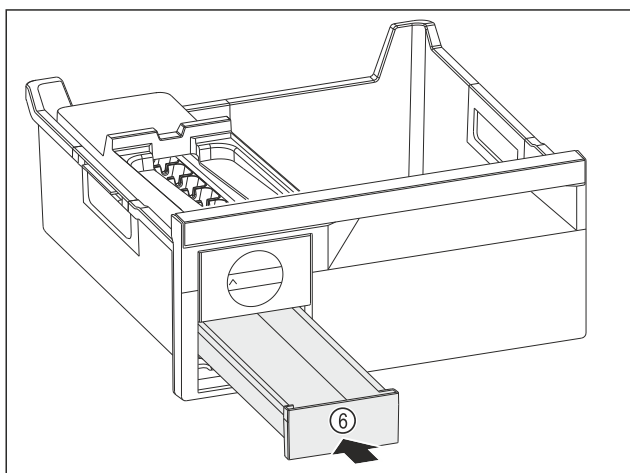

Fig. 136
- ▶ Вдвиньте выдвижной ящик для кубиков льда Fig. 136 (6).